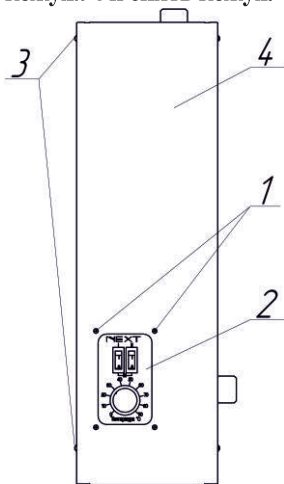

Рисунок 1
4.2 Для подключения прибора и ремонтно-профилактических работ необходимо снять кожух согласно рис.1. **Внимание!** Производить работы разрешается только при отключенном внешнем автоматическом выключателе! Для этого следует отвернуть самонарезающие винты 1 на лицевой стороне прибора, оставить панель управления 2 во внутреннем объёме прибора. После этого отвернуть самонарезающие винты 3 с боковых поверхностей кожуха 4 и снять кожух.